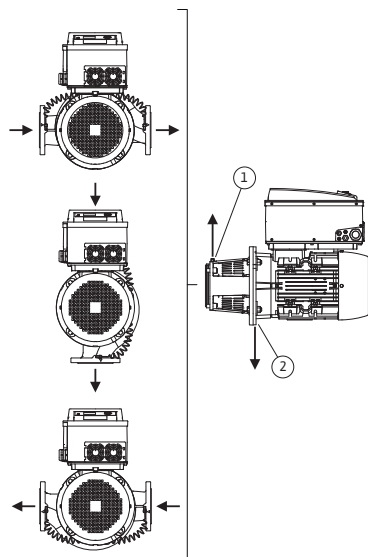
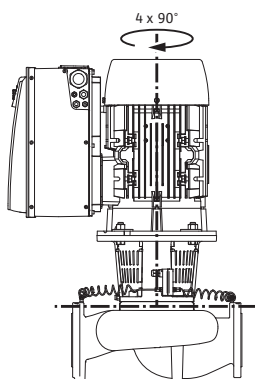

Fig. 18: Dopustni vgradni položaji z vodoravno gredjo motorja
Fig. 19: Dopustni vgradni položaji z vertikalno gredjo motorja
Dopustni vgradni položaji z vodoravno gredjo motorja in elektronskim modulu navzgor (0°) so prikazani na Fig.18. Dopustni vgradni položaji z elektronskim modulom, montiranim na strani ($\pm 90^\circ$), niso prikazani. Dopusten je vsak vgradni položaj, razen »elektronski modul navzdol« (-180°). Odzračevanje črpalke je zagotovljeno, ko odzračevalni ventil kaže navzgor (Fig.18, poz. 1). Samo v tem položaju (0°) je mogoče padajoči kondenzat napeljati prek izvrtin, povezovalnega elementa črpalke ali motorja (Fig.18, pol. 2).
Dopustni vgradni položaji z navpično gredjo motorja so prikazani Fig. 19. Dopusten je vsak vgradni položaj, razen »motor navzdol«.
- Odzračevalni ventil na laterni (Fig. 6, poz. 1.31) mora biti pri vodoravni gredi motorja vedno obrnjen navzgor (Fig. 6a; in Fig. 6b). Pri navpični gredi motorja je dopustna vsaka usmeritev. Glejte tudi Fig. 18: »Dopustni vgradni položaji z vodoravno gredjo motorja« na strani 23 oz. Fig. 19: »Dopustni vgradni položaji z vertikalno gredjo motorja« na strani 24.
- Pri vodoravni gredi motorja morajo biti izvrtine za iztekanje kondenzata obrnjene navzdol (Fig.18, poz. 2). Po potrebi motor ustrezno zavrtite.